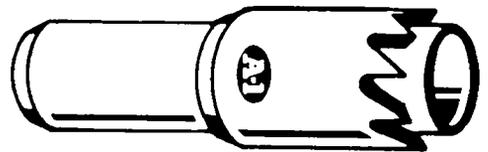

Рис. 5.26. Пилка для высверливания замков под тубулярный ключ (С разрешения компании A-1 Security Manufacturing Corp.)
- Пила для замка под тубулярный ключ (рис. 5.26)